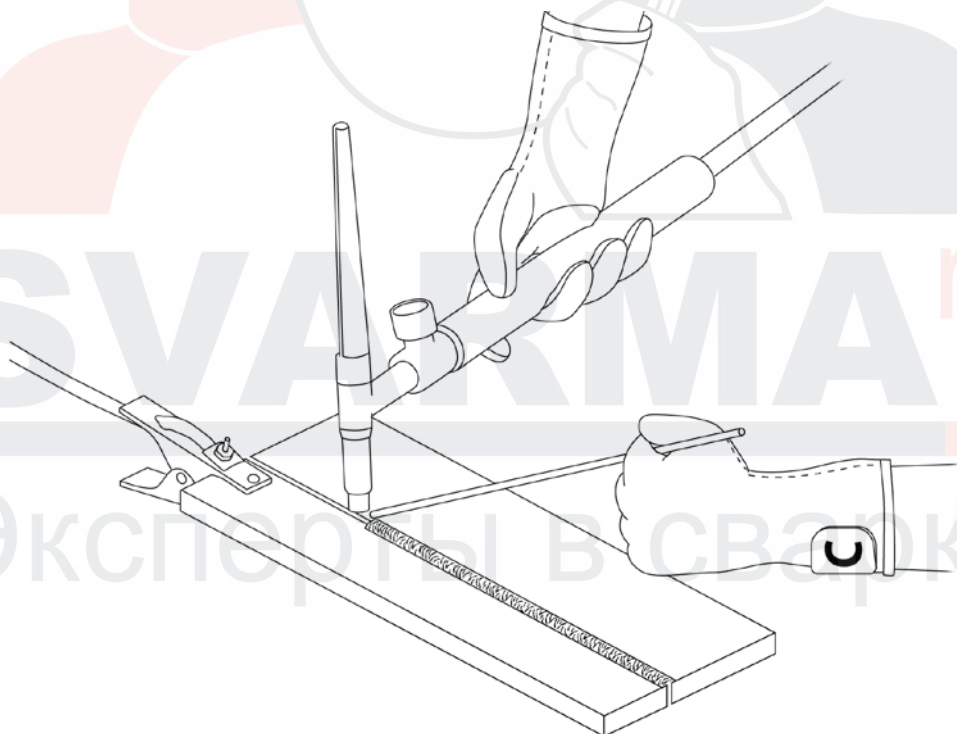

Рис. 11.5. Перед началом работы.
7. Начинайте сварочный процесс (См. рис. 11.5).
Перед началом работы не забудьте проверить следующее (См. рис. 11.5):